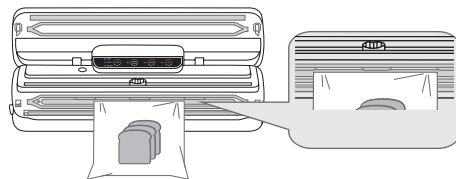
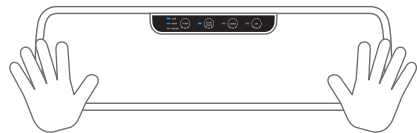

Рис. 1
Рис. 2
2. Откройте прибор, нажав на кнопки фиксатора крышки (8).
3. Поместите край будущего пакета на поверхность термоленты (9) так, чтобы пакет был вставлен в фиксаторы (12) (Рис. 1). Аккуратно закройте крышку так, чтобы сработали оба фиксатора по бокам (Рис. 2).